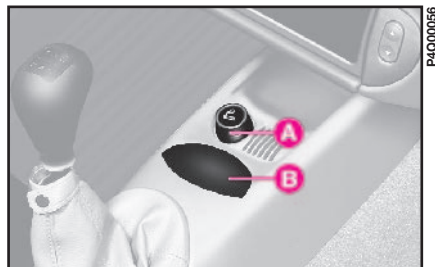

fig. 50
2) Para abrir el cenicero, haga deslizar la tapa **B**-fig. 50.